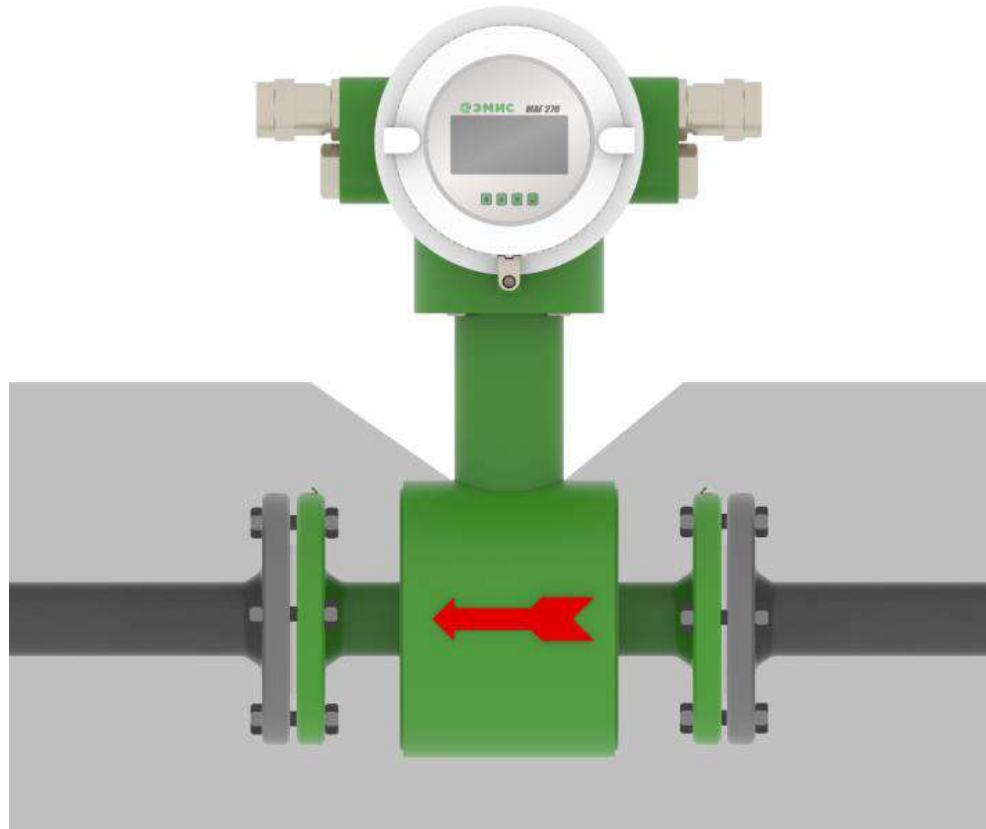

Рисунок 2.6 –Теплоизоляция счетчика-расходомера
- Термоизоляция не должна выступать за указанную отметку (см. **рисунок 2.6**);